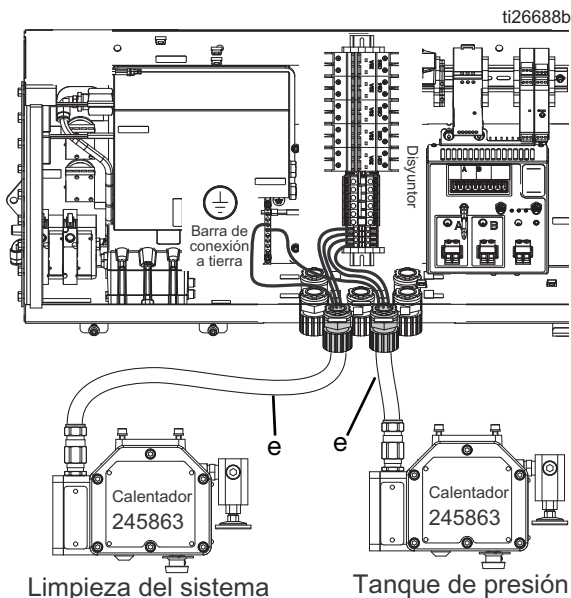

FIG. 17
**En el caso de modelos para ubicaciones peligrosas**, conecte los cables de alimentación eléctrica (e) para el calentador del tanque y el calentador de limpieza a los bloques de terminales. Consulte la FIG. 17.